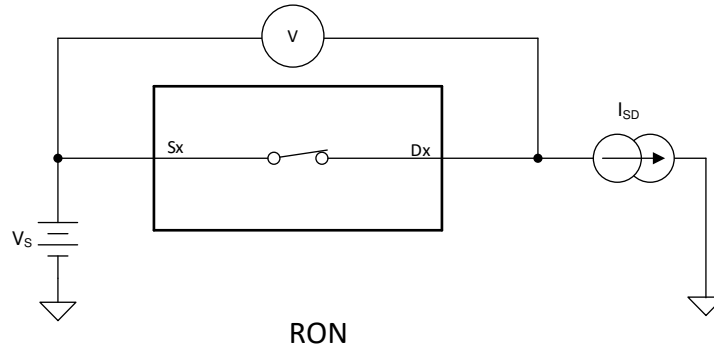

图 6-1. 导通电阻
器件的导通电阻是器件源极 (Sx) 和漏极 (D) 引脚之间的欧姆电阻。导通电阻随输入电压和电源电压的变化而变化。符号 R_{ON} 用于表示导通电阻。图 6-1 展示了用于测量 R_{ON} 的测量设置。电压 (V) 和电流 (I_{SD}) 可通过以下设置进行测量，而 R_{ON} 可根据 $R_{ON} = V/I_{SD}$ 来计算：